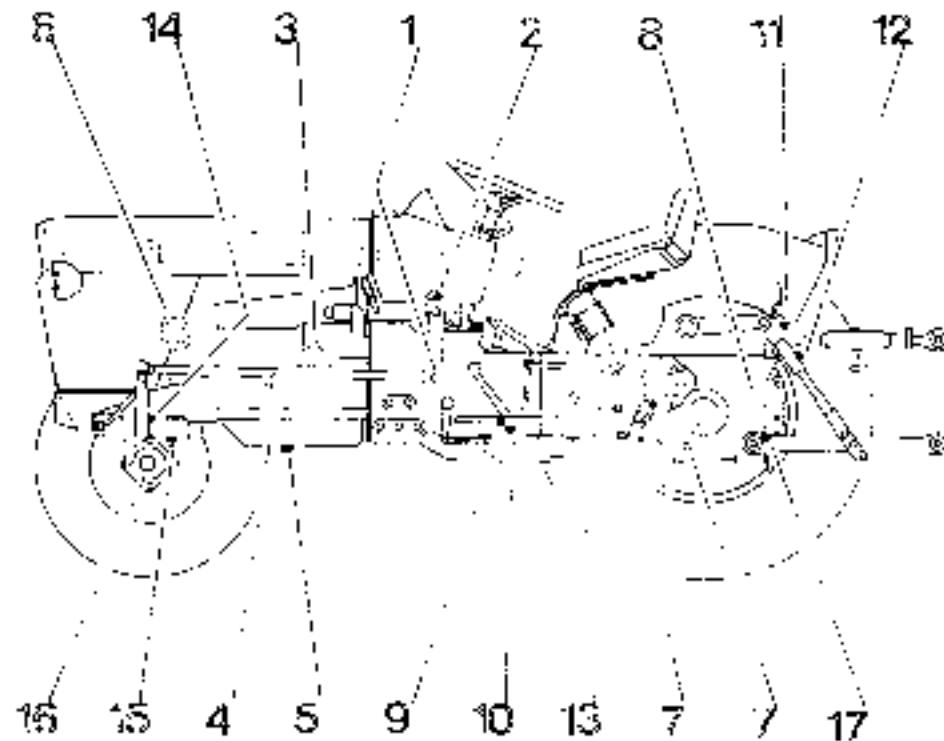
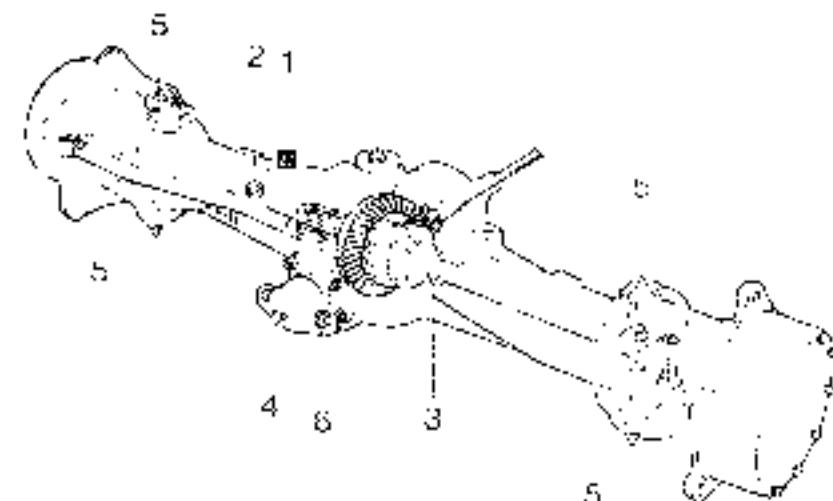

Fig. 22
Fig. 23
Ogni 1000 ore: Cambiare olio acrilurante e dell'aperto foro (0 fig. 23) e introdurcelo dal foro superiore (1 fig. 25).
Ogni 20 ore: con trattore 4RM: lubrificare i cuscinetti di rotazione delle ruote anteriori mediante gli appositi ingassatori (3-4 fig. 23).
PUNTI DI LUBRIFICAZIONE (fig. 22)
- Cambio olio motore (4 e 5 fig. 22)
- Cambio olio motore (4 e 5 fig. 22).
- Cambio olio cambio-differenziale (7 e 8 fig. 22).
- Cambio olio stazione automatica o controllo (7 e 8 fig. 22).
Controllo livello olio motore (4 fig. 22).
Ingrassaggio cuscinetto reggispinotto frizione (1 fig. 22)
Ingrassaggio perno centrale oscillazione assale anteriore (15 fig. 22) o posteriore (3 e 4 fig. 23)
Ingrassaggio perni pedali e perni leve pneumatici freno (10 fig. 22).
Ingrassaggio coppia ingassaggio (11 fig. 22) tirante di sollevamento
Ingrassaggio tirante sollevamento cettro (12 fig. 22).
Ingrassaggio albero portastegoli (17 fig. 22).
(Solo 2 RM) ingassaggio pivots ruote (14 fig. 22)
(Solo 4 RM) ingassaggio cuscinetto farcette mozzetti ruote (5 fig. 23).
Cambi olio motore (4 e 5 fig. 22)
Controllo livello olio cambio-differenziale (7 fig. 22)
(Solo 4 RM) controllo livello olio differenziale anteriore (2 fig. 23)
Controllo livello olio stazione automatica di controllo (8 fig. 22).
(Solo 2 RM) lavaggio e ingassaggio e c. scintille mozzetti ruote anteriori (4 fig. 22).
(Solo 4 RM) cambio e olio differenziale anteriore (1 e 5 fig. 22)
Controllo livello olio scatola sterzo (2 fig. 22)
Cambio olio cambio-differenziale (7 e 8 fig. 22)
Cambio olio o stazione automatica di controllo (7 e 8 fig. 22)